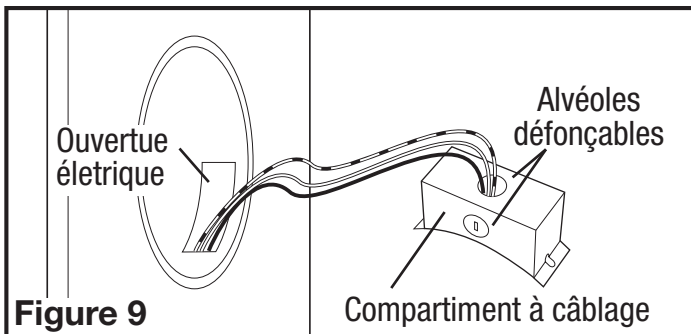

Figure 9
3. Tirer les fils électriques au travers de l'ouverture électrique du châssis intérieur. Enlever une des alvéoles défonçables du compartiment de câblage et courir les fils au travers de l'ouverture en vous assurant de laisser suffisamment de filage pour faire les raccordements dans le réceptacle du ventilateur. Fixer les fils au compartiment de câblage avec des connecteurs électriques approuvés (Figure 9).